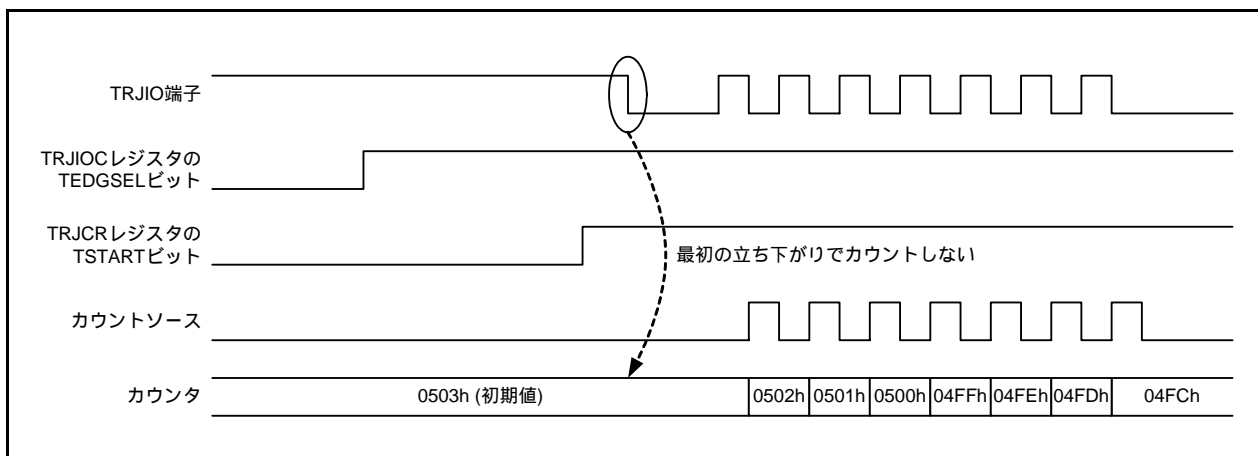

図21.6 イベントカウンタモードでの外部パルス信号のタイミング図(1)
- (9) イベントカウンタモードで、TRJIOCレジスタのTEDGSELビットを1(立ち下がりエッジでカウント)にし、外部信号(TRJIO)をカウントする場合、TRJCRレジスタのTSTARTビットの状態によっては、正しくカウントされない場合があります(図21.6参照)。